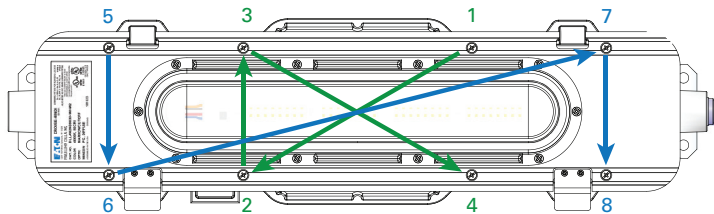

Figure 1. Emplacement des vis du boîtier du pilote MLLA2
2. S'assurer que toutes les vis du couvercle du pilote sont dégagées du boîtier du pilote (voir figure 1). Les vis sont de type imperdable et ne doivent pas être complètement retirées de l'ensemble moteur d'éclairage.
14. Repositionner le raccord de moteur DEL à l'aide des agrafes de verrouillage. Vérifier qu'aucun câblage de luminaire n'est pincé ou coincé entre le moteur DEL et le boîtier du pilote. Introduire toutes les vis avant de les serrer pour vous assurer que leur filetage est intact. Terminer de serrer les huit (8) vis de montage du couvercle à un couple de 23 po-lb (2,6 N-m) en utilisant la séquence de serrage indiquée à la figure 1.